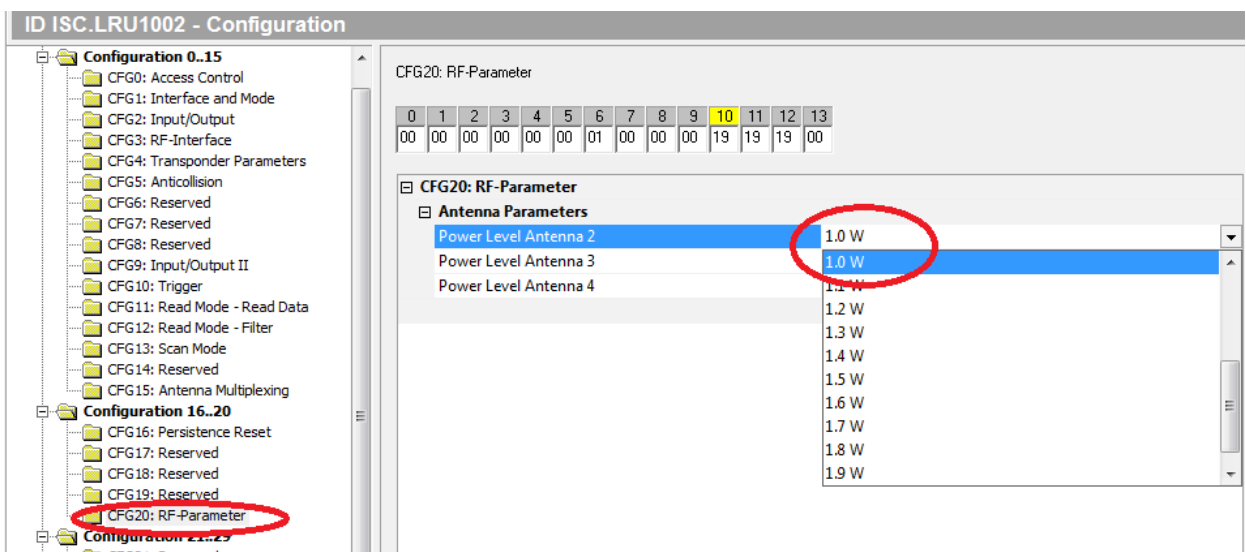

Рисунок 12
6.14 Мощность остальных антенн задать в меню CFG20: RF-parameter (см. рисунок 12). Для сохранения изменений нажать ox81 Write.